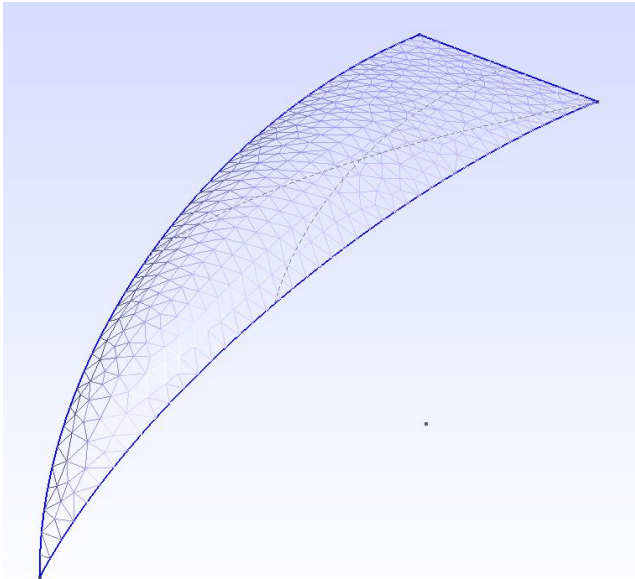
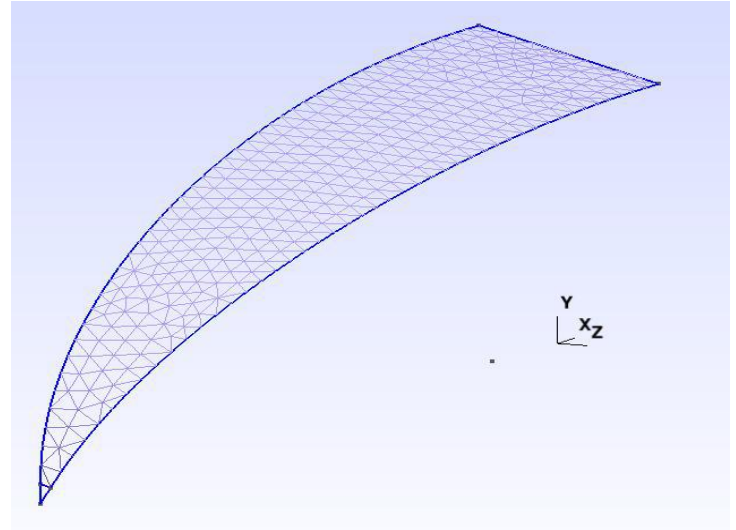

Figure 3: Maillage non réglé
Figure 4: Maillage réglé
- Utiliser de 2 surfaces réglées (Ruled Surface) voir figure 4 (explication)
Sur la figure 3 il y a qu'une seule surface alors que sur la figure 4 deux surfaces y sont représentés. On observe une différence sur le maillage, la figure 3 possède un maillage bombé malgré l'utilisation d'une surface réglée alors que la surface 4, le maillage réglé est correct. Cette différence s'explique puisqu'un maillage réglé sous gmsh est obtenu seulement entre 4 lignes d'où l'utilisation d'un petit triangle du bas permettant d'obtenir le maillage de la figure 4.
Sous gmsh on crée un maillage 2D d'élément triangle d'ordre 1. Nous obtenons cela (figure 3) :